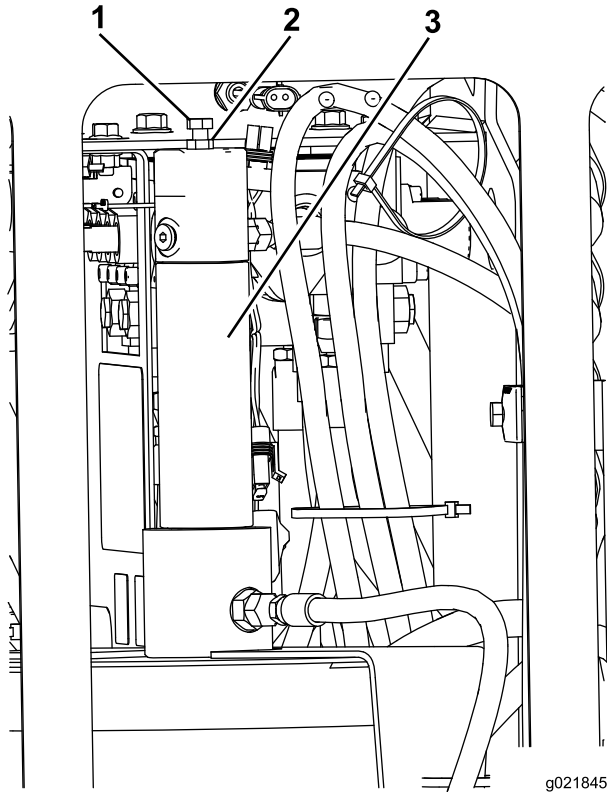

Figura 92
1. Solte a porca no parafuso de ajuste localizado na parte superior do pistão do aplicador de lubrificante (Figura 92).